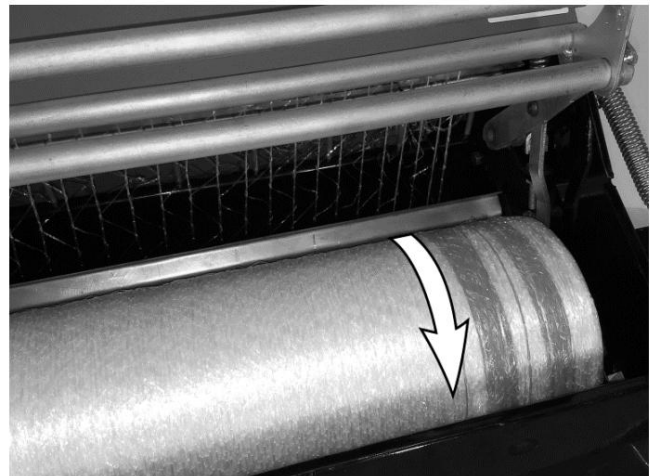

Figura 17 Plasa se alimentează înainte din partea de sus a rolei
- b) Așezați rola în cameră, astfel încât plasa să se alimenteze din partea superioară a rolei din față (Figura 17).